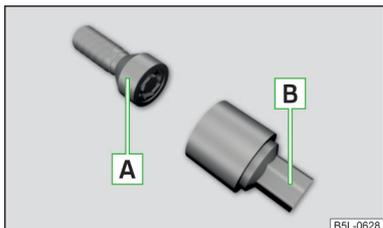

Abb. 120
- Die Anti-Diebstahl-Radschrauben schützen die Räder vor einem Diebstahl. Diese lassen sich ausschließlich mit dem Aufsatzstück B » Abb. 120 lösen/festziehen.
- Das Aufsatzstück B » Abb. 120 bis zum Anschlag auf die Anti-Diebstahl-Radschraube A stecken.
- Den Radschlüssel bis zum Anschlag auf die Radschraube stecken. Für die Anti-Diebstahl-Radschrauben das zugehörige Aufsatzstück verwenden » Abb. 120 auf Seite 116.